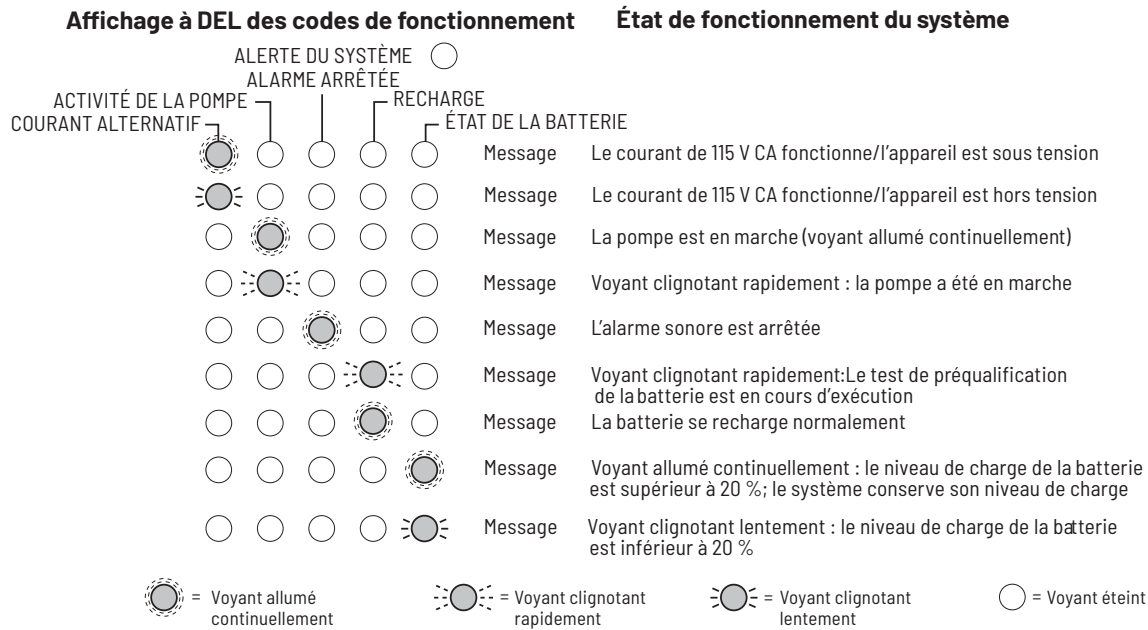

Figure 6 : Affichage des codes de fonctionnement (Voyants allumés continuellement ou clignotants)
- ◆ Lorsque le témoin lumineux « System Alert » (alerte du système) NE CLIGNOTE PAS, reportez-vous à la figure 6.